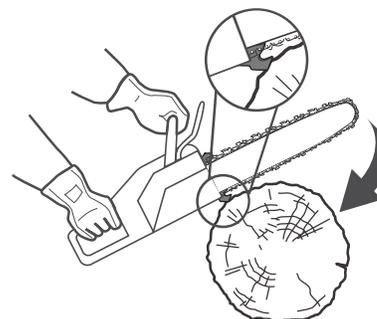

Fig. 28
5. Certifique-se de que a corrente (10) está a funcionar à velocidade máxima antes de a mesma entrar em contacto com a madeira. Utilize o batente serrilhado para fixar o produto na madeira antes de iniciar o corte e utilize-o como ponto de alavancagem durante o corte (Fig. 28).